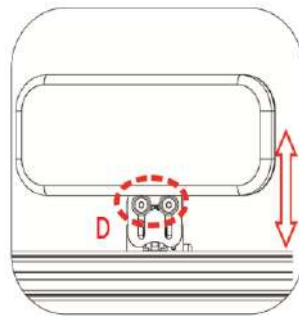

Figura 5-135
- Use una llave Allen número 4 para aflojar los tornillos D. La almohadilla del soporte lateral de cadera y muévala arriba/abajo. (Figura 5-135). Vuelva a apretar todos los tornillos.